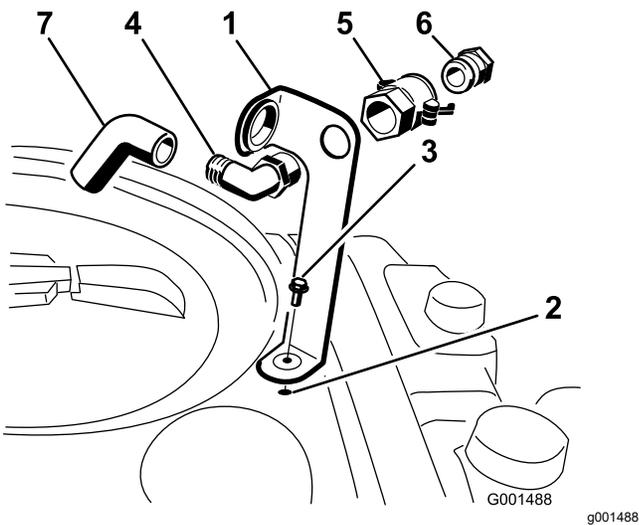

图 3
1. 如图 3 所示将加水口插口支架放在药缸的螺纹孔上方用凸缘头螺栓5/16 x 3/4 英寸 固定。
2. 将 90°弯头的螺纹端放入支架、拧上快速取水阀、固定至支架上 (图 3)。
3. 将软管适配器装入快速取水阀 (图 3)。
4. 将适配器锁定到位、将手柄旋向适配器、然后用发卡销固定 (图 3)。
5. 将防虹吸软管穿过支架上的大开口、然后插入到 90°弯头的宝塔接头上 (图 3)。